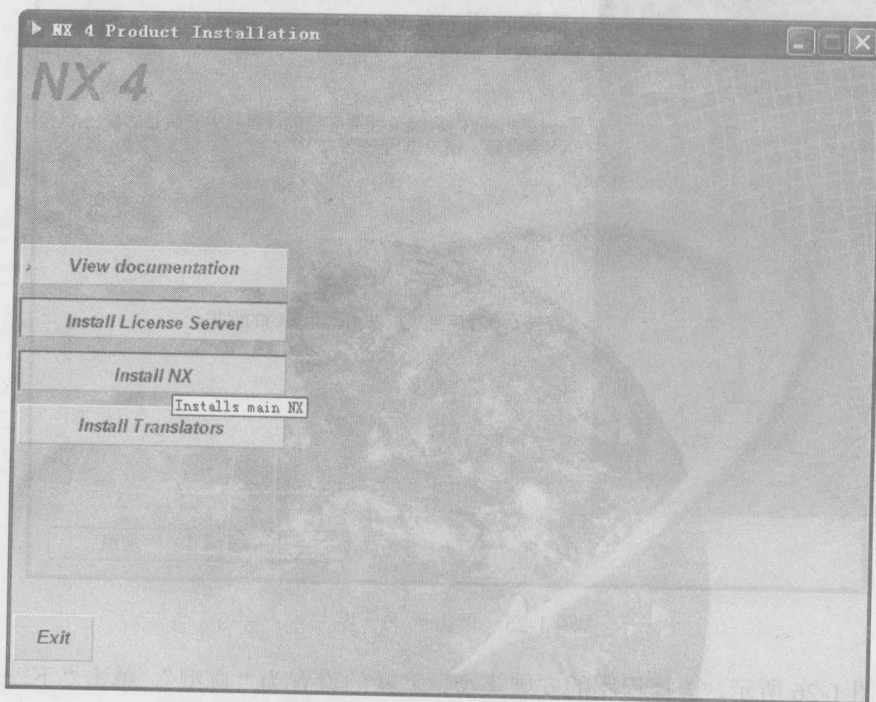

图 1-22 安装 NX
(1) 在“NX4 Product Installation”的对话框里，单击“Install NX”按钮，如图 1-22 所示。